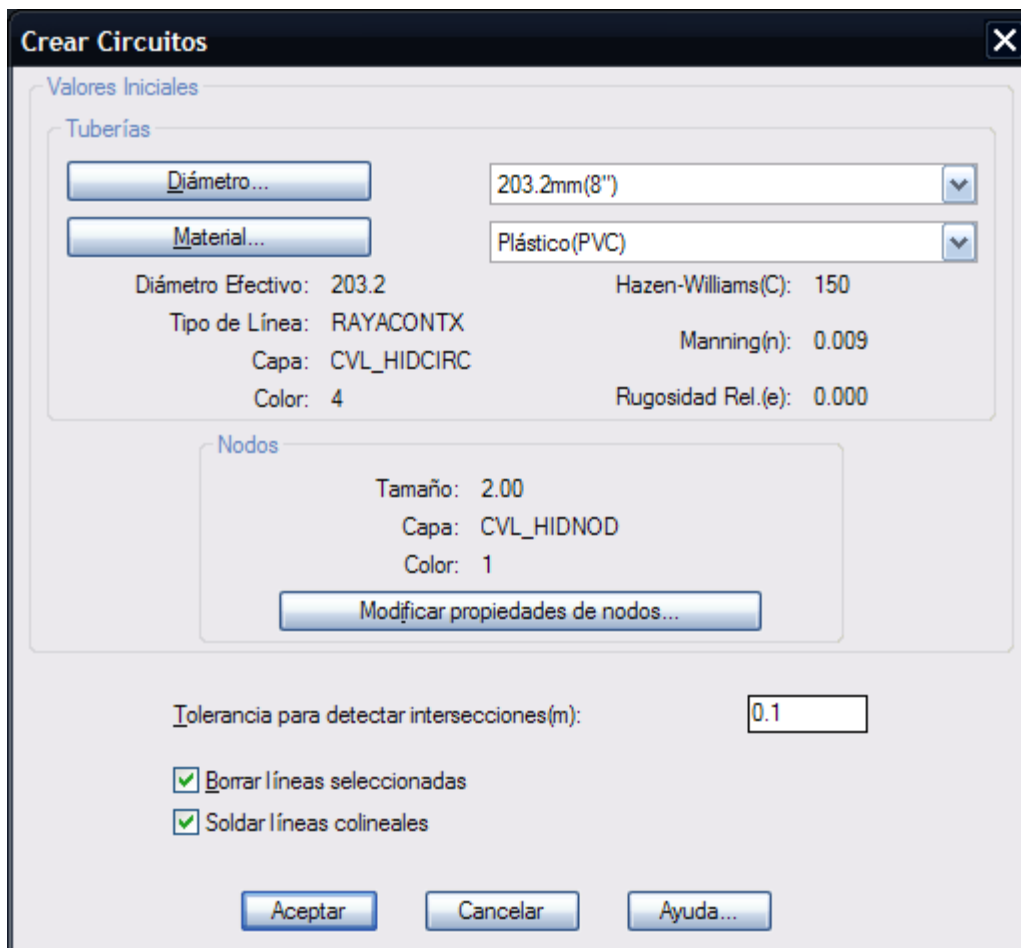
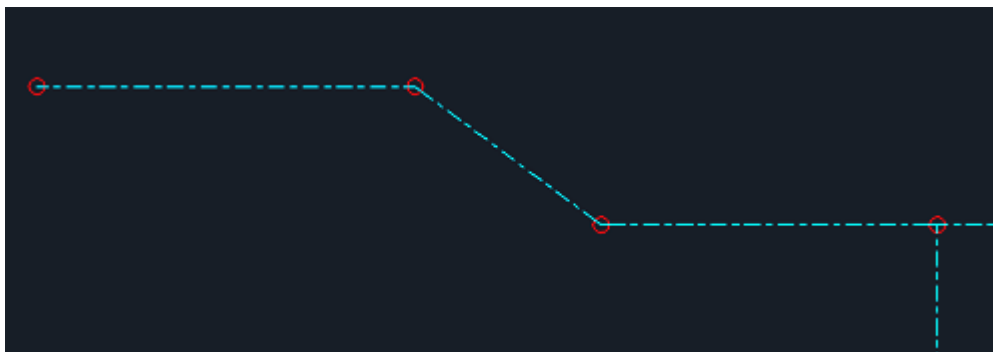

Fig. 3: Caja de diálogo para reconocer circuitos
Fig. 4 Circuitos reconocidos
3. Active la rutina para reconocer circuitos (**CivilCAD > Módulos > Redes de agua potable > Circuitos > Reconocer**). Indique diámetro de tubería de 203.2mm (8") Material Plástico (P.V.C.) en la caja de diálogo (Fig. 3). Los circuitos presentarán un círculo rojo al ser reconocidos (Fig. 4).